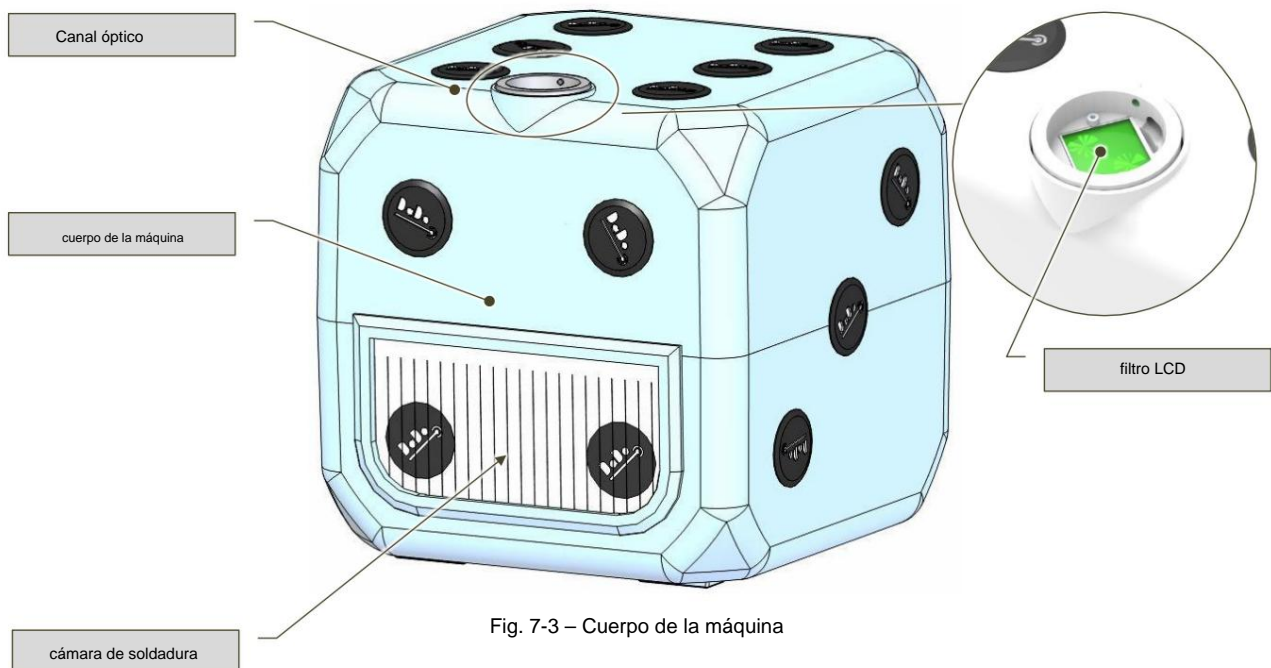

Fig. 7-3 – Cuerpo de la máquina
**máquina** El cuerpo de la máquina (Fig. 7-3) consiste en una carcasa de tecnopolímero moldeado por inyección en forma de cubo.